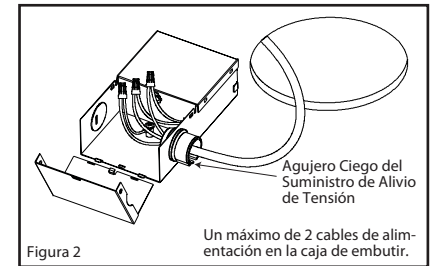

Figura 2
3. Lleve el alivio de tensión del cable de alimentación a la caja de embutir a través de los agujeros ciegos en el panel lateral. Usa los conectores para cables para conectar el cable blanco de la línea de alimentación con el cable blanco de la caja de conexiones. Haga que coincida con el cable negro de la línea se alimenta con el cable negro de la caja de conexiones. Y haga que coincida el cable de cobre de la alimentación de línea con el cable verde de la caja de conexiones. (Figura 2)